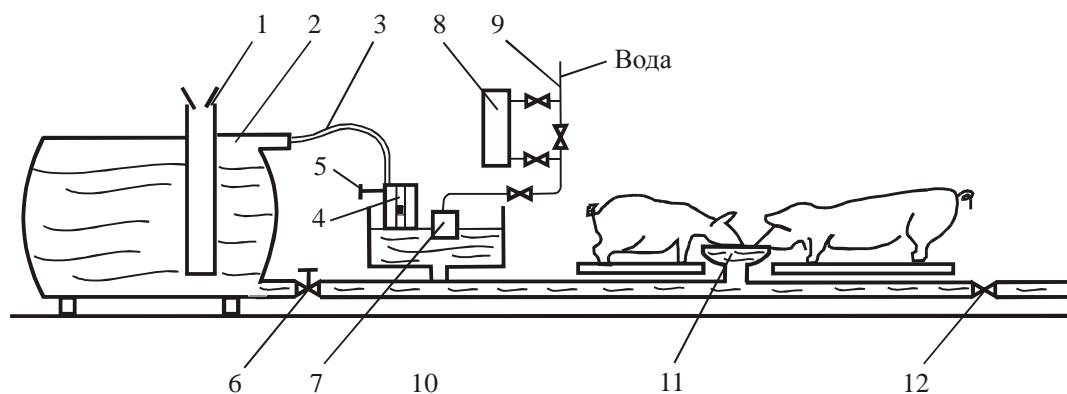

Рис.5.8. Схема универсальной автопоилки УАС – 500.
3. Групповая универсальная автопоилка УАС–500 для поения поросят водой, сывороткой и др..(Рис.5.8.).